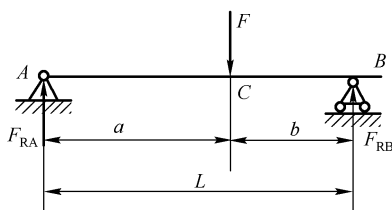

图 46
34. 如图 46 所示的简支梁, 已知 $a = 2\text{m}$, $b = 1.5\text{m}$, $F = 5\text{kN}$, 试画出弯矩图并求出最大弯矩。